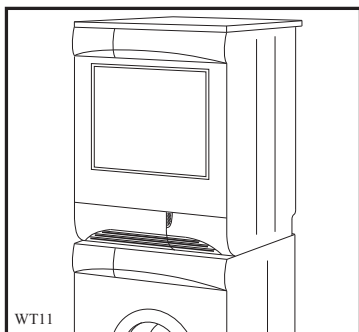

Fig 7
- Modello con piccola porta nello zoccolo dell'apparecchiatura (fig. 7 e 8).